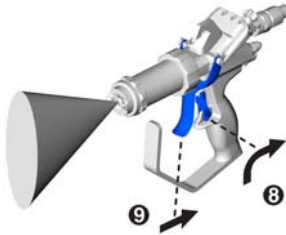

FIG. 29
9. Disinserire la sicura del grilletto sulla pistola. Vedere FIG. 29.
10. Premere il grilletto per iniziare l'erogazione. Vedere FIG. 29.